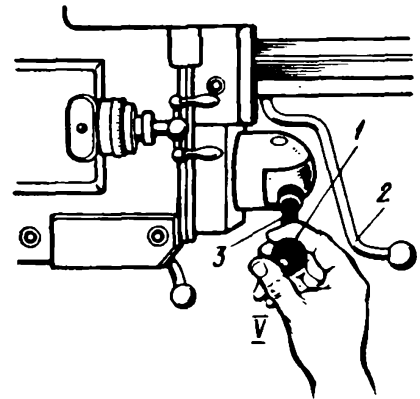

Рис. 13
6.3. Включить механизм суппорта на обратную поперечную подачу (рис. 13). Правой рукой повернуть рукоятку 3 из среднего положения I в положение V. Поперечные салазки должны перемещаться от оси центров станка. При подходе поперечных салазок к концу направляющих каретки на расстояние 30–20 мм немедленно приступить к выполнению следующего приема.
6.4. Выключить механизм подачи суппорта. Повернуть рукоятку 3 из положения V (см. рис. 13) в среднее положение I. См. соответственно упражнения 4.3 и 3, задание II инструкционной карты 1.